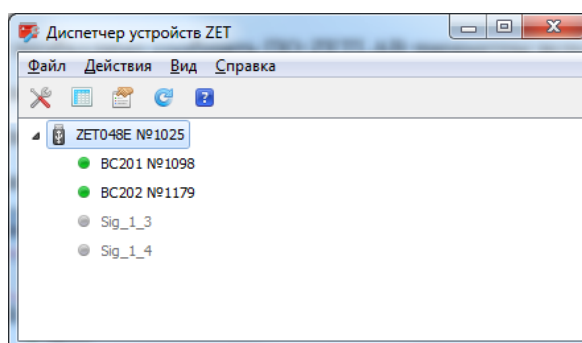

Рисунок 17
- после настройки и отключения незадействованных каналов окно программы «Диспетчер устройств ZET» примет вид аналогичный приведенному на примере (Рисунок 17);